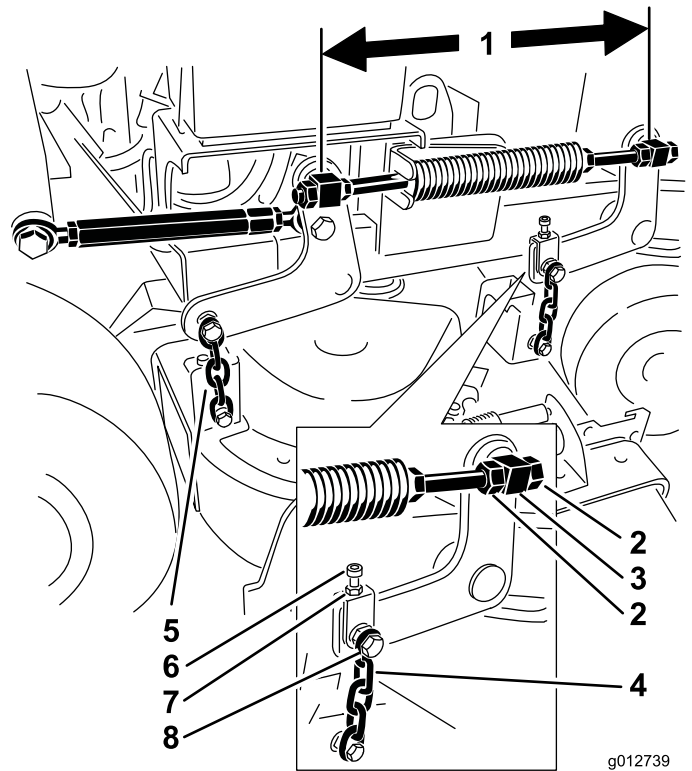

Figure 83
6. Contrôlez la distance entre les centres des pivots (entraxe) sur la tige filetée. Elle doit être de 49,5 cm (19,5 po) pour les tabliers de 36 pouces et de 43,7 cm (17-3/16 po) pour les tabliers de 102 cm (40 po) (Figure 83).
9. Utilisez les écrous de blocage du pivot avant pour régler la longueur entre les pivots avant et arrière de ce côté (Figure 83).
11. Utilisez le boulon de réglage pour égaliser la tension des deux chaînes avant (Figure 83).
5. Desserrez l'écrou du boulon de chaîne supérieur ainsi que l'écrou de blocage du boulon de réglage (Figure 83).
- Utilisez le boulon de réglage pour que la lame soit plus basse de 6 à 10 mm (1/4 à 3/8 po) à l'avant au point **A** qu'à l'arrière au point **B** (Figure 83).